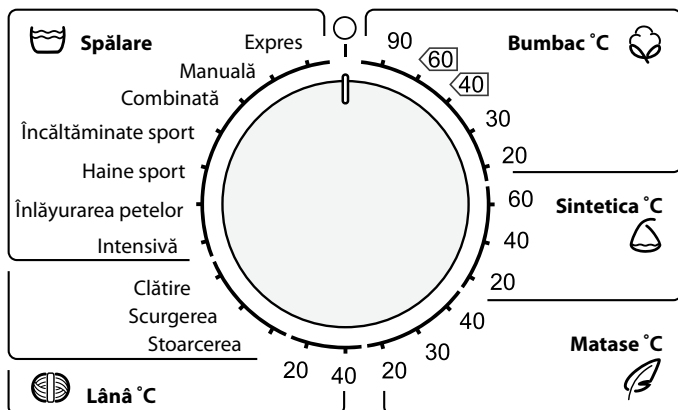

Figura 2 – Mânerul de alegere a programului de spălare
1.1.2 Selectorul este folosit pentru pornirea / oprirea mașinii și alegerea programului de spălare, în conformitate cu figura 2. În jurul selectorului sunt imprimate denumirile programelor și simbolul . Selectorul se rotește în ambele direcții (în sensul acelor de ceasornic sau în sensul contrar acelor de ceasornic), și se fixează la diviziunea corespunzătoare a programului selectat. La fixarea selectorului la simbolul mașina se oprește.
1.3.2 Pentru a porni mașina fixați selectorul în conformitate cu figura 2 la diviziunea programului de spălare necesar – se aprind indicatorii operației de spălare a programului selectat.